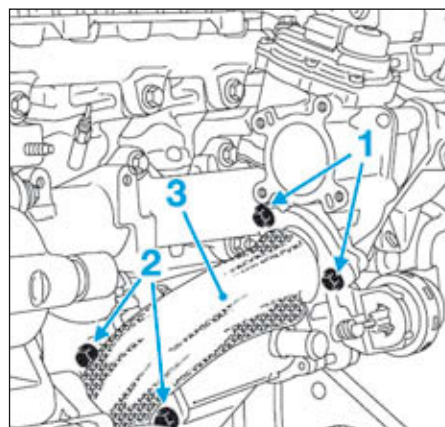

FIG.161
- Déposer les deux vis (1) (Fig.161) du tuyau de recirculation des gaz d'échappement de l'électrovanne EGR.
- Déposer les deux vis (2) du tuyau de recirculation des gaz d'échappement du refroidisseur des gaz d'échappement.
- Déposer le tuyau de recirculation des gaz d'échappement (3) entre l'électrovanne EGR et le refroidisseur.